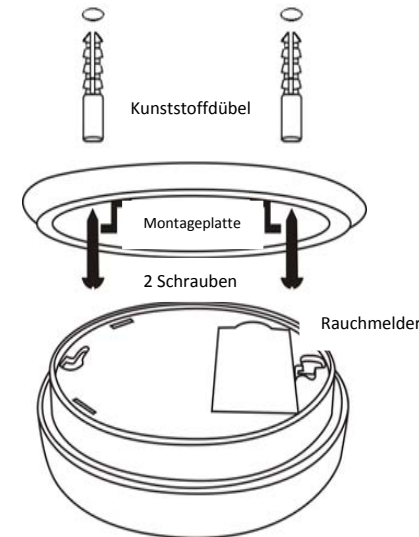

BILD 5
1. Drehen Sie den Rauchmelder gegen den Uhrzeigersinn. Nehmen Sie dann das Alarmteil heraus (siehe Bild 5).
- Legen Sie die Montageplatte an die Kunststoffdübel. Befestigen Sie die Montageplatte mit den Schrauben (siehe Bild 5) an den Dübeln.